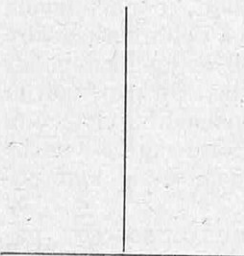
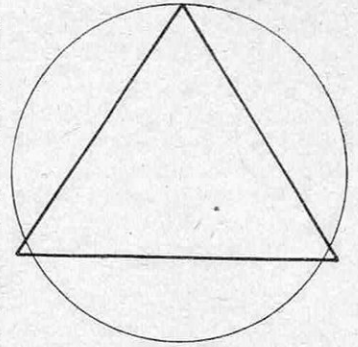

FIG. 22. — ALLONGEMENT ILLUSOIRE DE LA VERTICALE
FIG. 23. — UN TRIANGLE QUI PARAÎT ÉQUILATÉRAL TOUT EN NE L'ÉTANT PAS
5° Les dimensions verticales (ou voisines de la verticalité) paraissent accrues par rapport aux dimensions horizontales (fig. 22). Si les façades des immeubles qui bordent les deux côtés du haut de l'avenue des Champs-Élysées étaient rabattues sur la chaussée, elles laisseraient libre une bande large de 30 mètres ! Un triangle équilatéral, dont un côté est horizontal, donnerait l'impression que ce côté horizontal est trop petit par rapport aux deux autres : n'en déplaise aux géomètres, les côtés du triangle que l'œil juge équilatéral (fig. 23) ne sous-tendent pas des arcs égaux dans un cercle (2). Cette illusion, toutefois, ne se